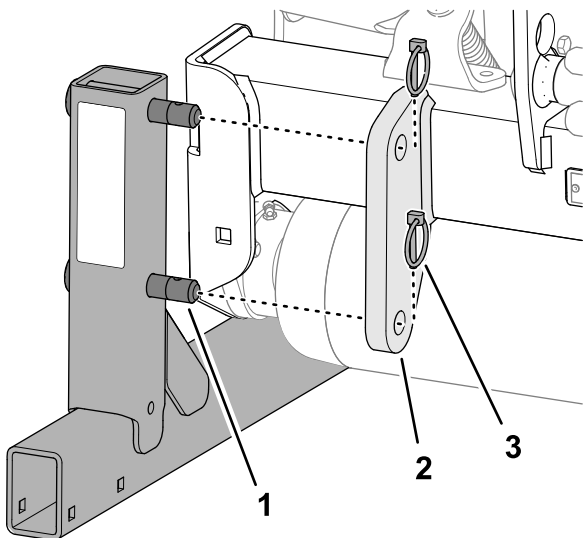

图 44
1. 将存放支架的销穿过挂钩框架支架上的孔进行组装图 44。
2. 使用 2 个保险销将存放支架销固定到支架上图 44。